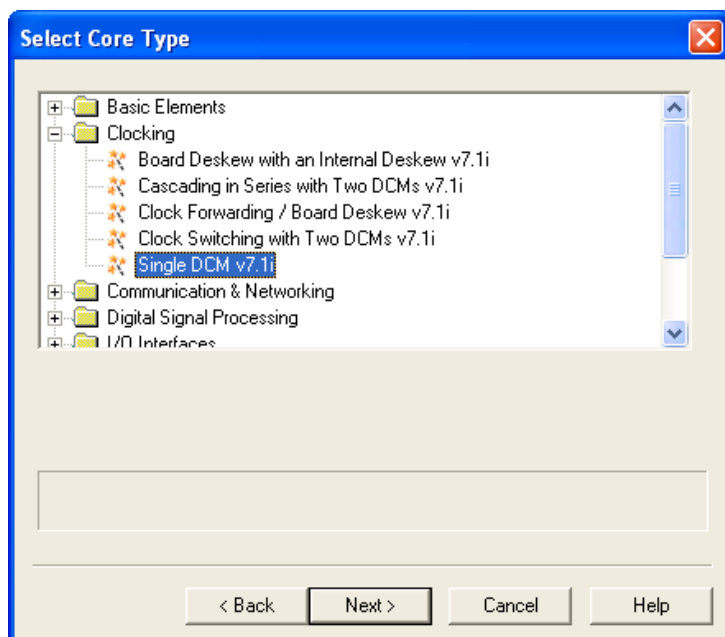

Рис. 2. Окно выбора Мастера Архитектуры
- 4 В окне «Select Core Type», раскройте **Clocking** и выберите **Single DCM** (Рис. 2)